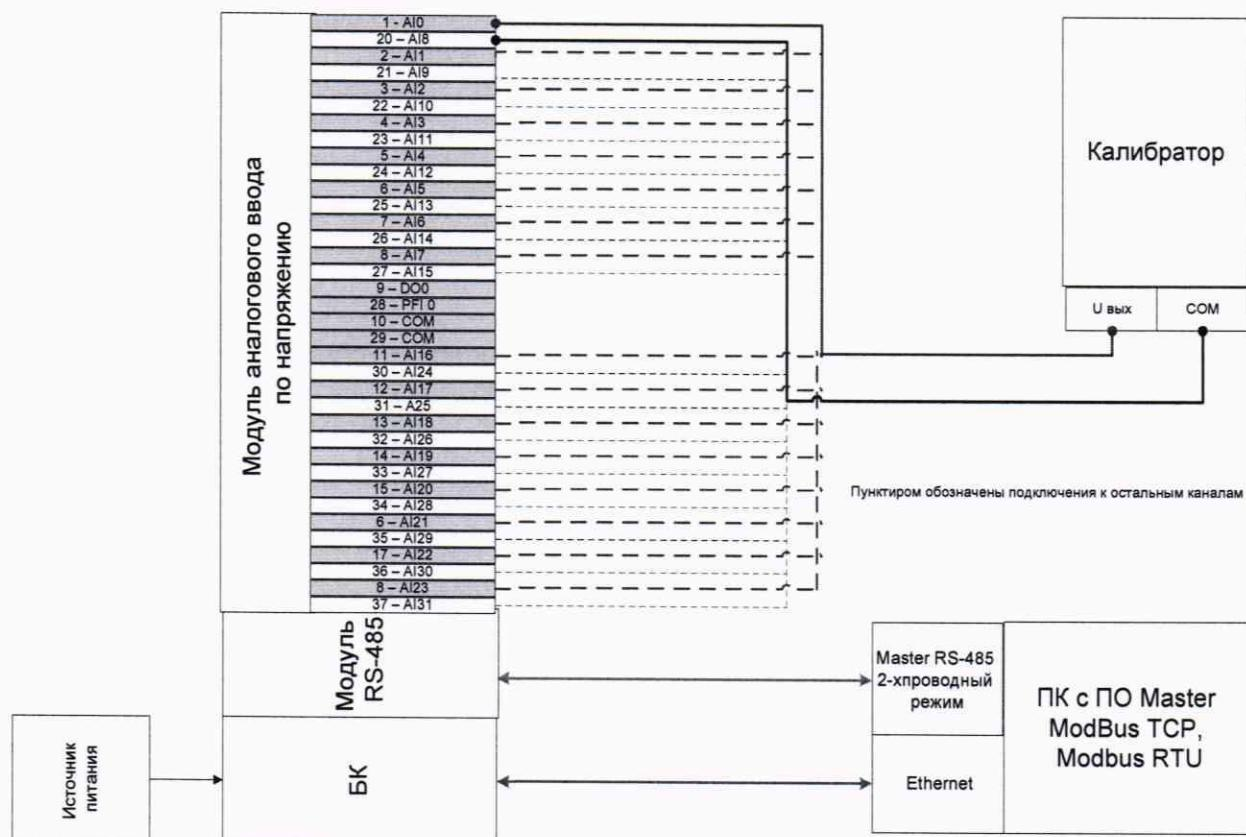

Рисунок 3 - Схема подключения калибратора к модулю аналогового ввода со входом по напряжению
- для канала со входом  $-5...+5$  В к модулю аналогового ввода со входом по напряжению (рис.3).
- для канала со входом -5...+5 V к модулю аналогового ввода со входом по напряжению (рис.3).
- для канала со входом -5...+5 В к модулю аналогового ввода со входом по напряжению (рис.3).